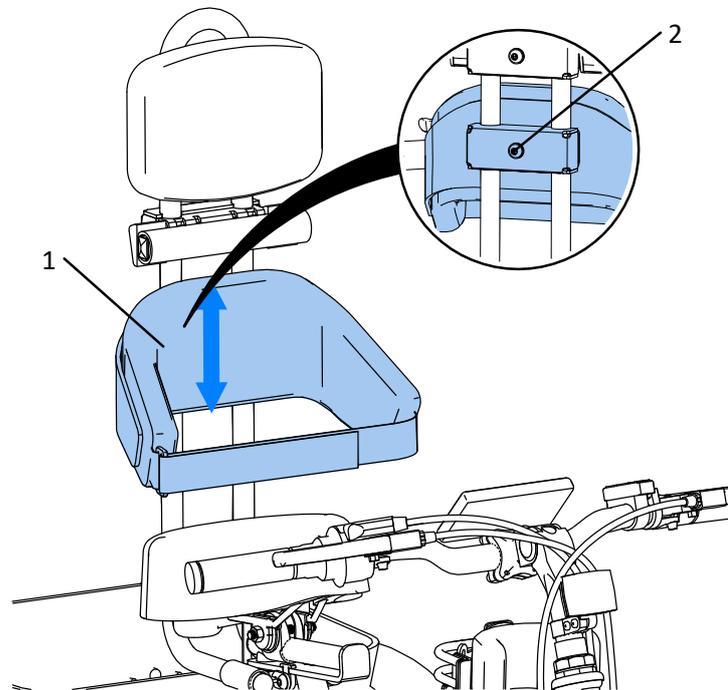

Abb. 34
Die flexible Rückenstütze (1) Abb. 34 ist aus flexiblen Materialien gefertigt. Dadurch passt es sich der Form des Rückens an und stützt den gesamten Umfang des gestützten Körpers. Die Position der flexiblen Rückenstütze kann entlang der Rückenstütze in der Höhe verstellt werden. Lösen Sie dazu die Schraube (2). Sobald die Höhe der Halterung eingestellt ist, ziehen Sie die Schraube (2) fest.